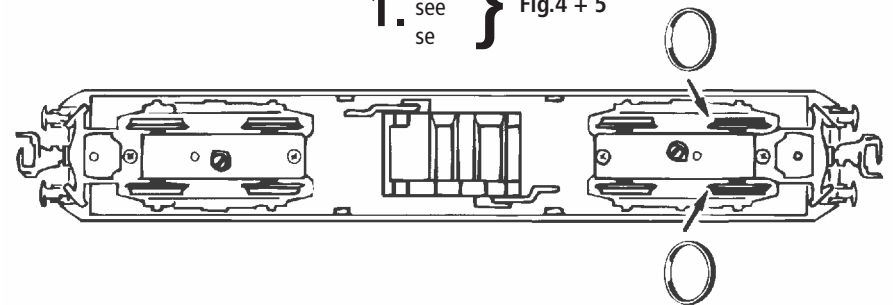

Fig. 6
3. Haftreifenwechsel: Zuerst den Getriebedeckel abnehmen (Fig. 4). Danach den **Radsatz** herausnehmen und die **Haftreifen** mit einer Nadel od. mit einem feinen Schraubendreher abziehen (Fig. 6). Beim Aufziehen der neuen Haftreifen darauf achten, dass diese sich nicht verdrehen.
3. Change of traction tyre: Remove the gear cover (fig. 4). Take out **wheel set** and remove **traction tyre** using a pin or a fine screwdriver (fig. 6). When pressing on the new traction tyre please **avoid twisting it**.
3. Byte av slirskydd: Väkel lådskåpa (fig. 4). Tag sedan ur hjulaxlarna och dra av slirskydden med hjälp av en liten skruvmejsel. Vid påsättning av nya slirskydd - kontrollera att dessa sitter slät på hjulen (fig. 6.)